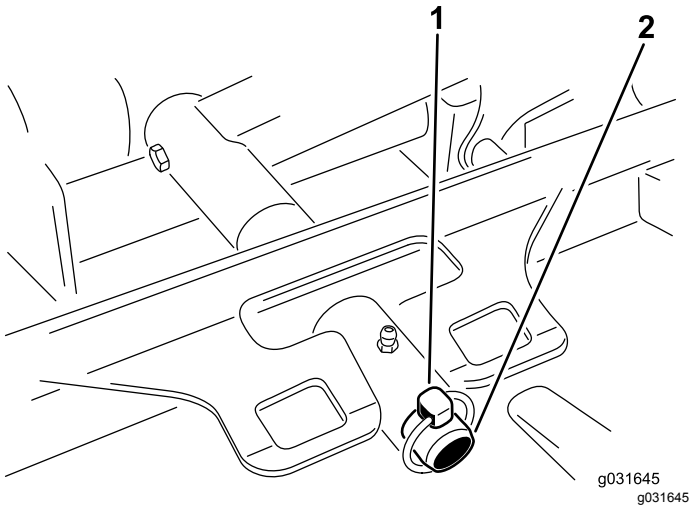

Bild 67
- Entfernen Sie den Klappstecker oder die Befestigungsmutter, mit der der Mähwerkträgerrahmen am Hubarm-Lagerbolzen befestigt ist (Bild 67).
- Schieben Sie den Mähwerkträgerrahmen auf den Lagerbolzen des Hubarms und befestigen ihn mit dem Klappstecker oder der Befestigungsmutter (Bild 67).